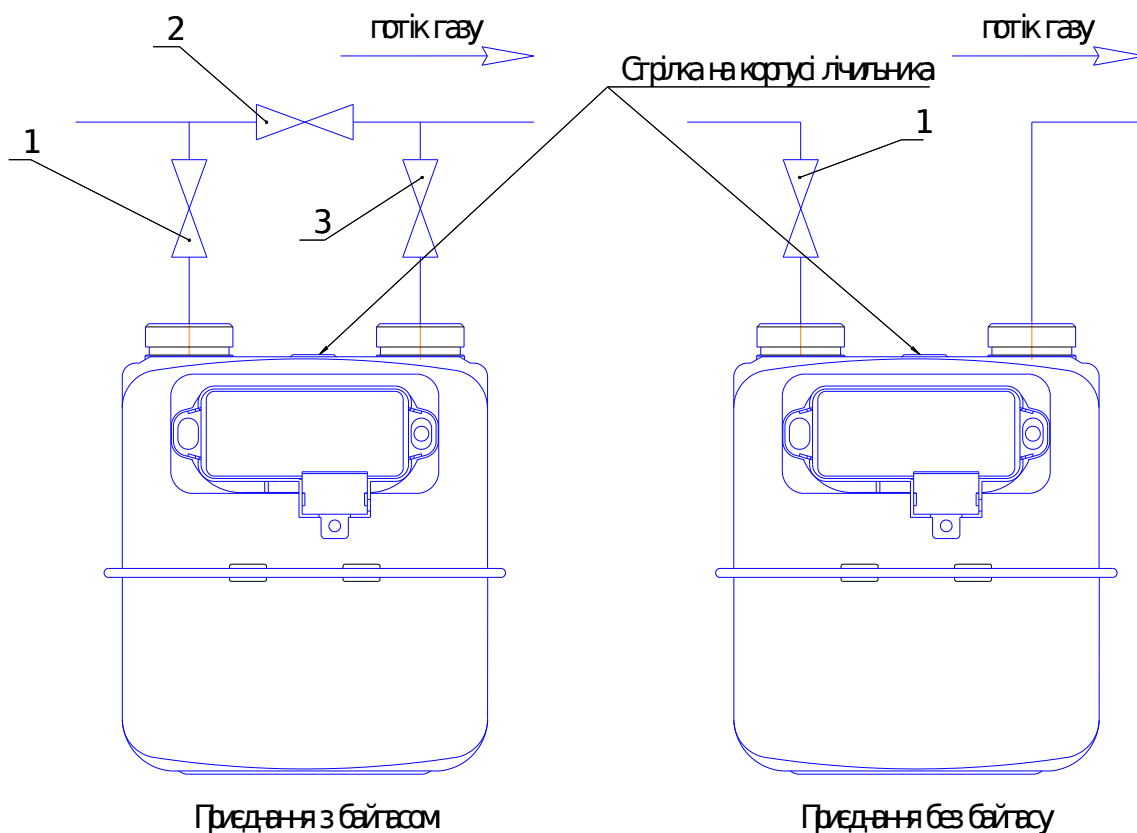

Рис. 14
Можливі два варіанти встановлення лічильника (рис. 14):
Закрийте вхідний (1) та вихідний вентиля (3) лічильника (рис. 14). Якщо вихідний вентиль відсутній, стравіть газ із трубопроводу зі змонтованим на ньому лічильником в атмосферу.
До початку пуску всі вентиля на трубопроводі (рис. 14) повинні бути закритими. При всіх варіантах і на всіх стадіях пуску робочий тиск та витрата газу, що проходить через лічильник, ні в якому випадку не повинні перевищувати значень максимального робочого тиску (P_{max}) та максимальної витрати (Q_{max}) вказаних на маркувальній таблиці лічильника.
Пуск лічильника без байпаса (рис. 14)
Пуск лічильника з байпасом (рис. 14).